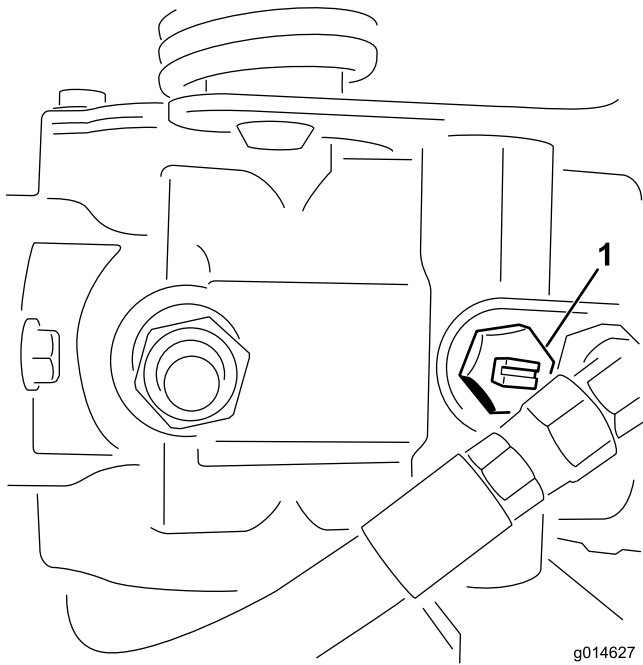

Figure 41
- Trouvez la vanne de dérivation sur la pompe jusqu'à ce que la fente soit verticale (Figure 41).
2. Avant de mettre le moteur en marche, fermez la vanne de dérivation (fente horizontale) (Figure 41). Ne mettez pas le moteur en marche quand la vanne est ouverte.